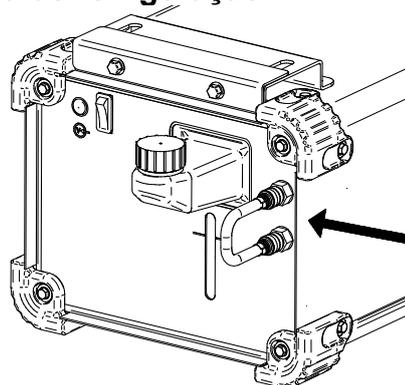

Figura 5.
- Ligue o tubo com o conector rápido de água (adicionado ao equipamento) à entrada do refrigerador e à tomada de saída (Figura 5).